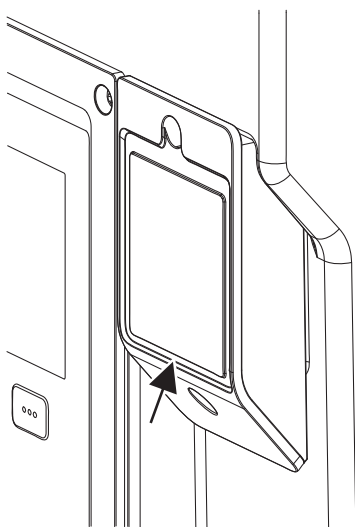

Fig. 28: Capac pentru modulul Wilo-Smart Connect BT
1. Slăbiți șurubul capacului modului Wilo-Smart Connect (Fig. 28) și deschideți capacul.
Datorită tipului său constructiv, modulul Wilo-Smart Connect BT poate fi atașat doar într-o singură direcție. Nu există nicio fixare suplimentară a modului în sine. Capacul modului Wilo-Smart Connect (Fig. 28) de pe partea superioară a modului electronic ține modulul ferm în interfață.